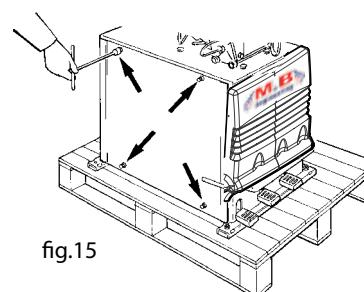

fig.15
- Togliere le 4 viti del coperchio laterale con chiave di 10mm (fig.15) esmontare il coperchio laterale.
- Remove the 4 side cover screw with a 10 mm spanner (fig.15); Remove the side cover.
- Oter les 4 vis du couvercle latéral à l'aide d'une clef de 10mm (fig.15) et le démonter .
- Die vier Schrauben des seitlichen Deckels mit einem Schraubenschlüssel von 10 mm (Abb. 15) entfernen und den seitlichen Deckel entfernen.
- Quite los 4 tornillos de la tapa lateral con una llave de 10 mm (fig. 15). Desmonte la tapa lateral.
- Rimontare lo sportello laterale (fig.15) applicando le 4 viti TEM6 flangiate autofilettanti con una chiave di 10mm.
- Refit the side cover (fig.15) with the 4 TEM6 flanged self-threading screws with a 10 mm spanner.